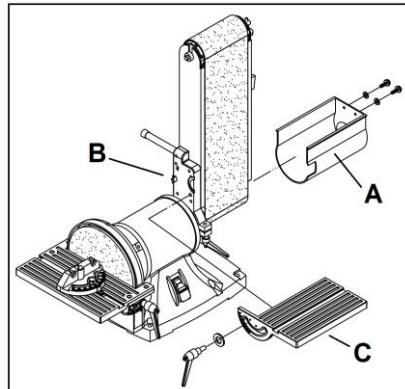

Рис.7
2. Вставьте ленточный столик (С, рис.7) в сборе в паз цапфы поворотного кронштейна (В, рис. 7). Установите его с помощью болта с торцевой головкой и плоской шайбы. Установите столик в нужное положение. Убедитесь, что зазор между столом и лентой составляет не более 1,6 мм (1/16"). Надежно затяните болт.
3. Прикрепите ленточный пылесборник (А, рис.7) к плате с помощью двух винтов с головками (внутр.шестигр.) и плоских шайб.